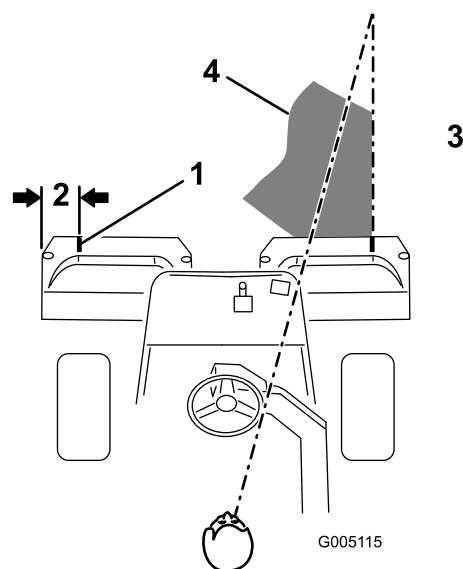
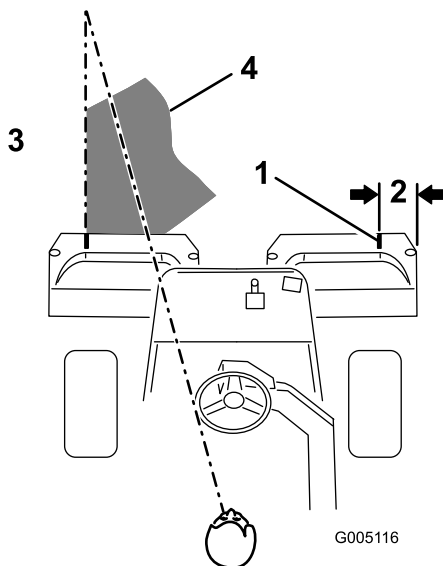

Figura 39
Figura 40
2. Applicate una striscia adesiva bianca, oppure tracciate una linea con della vernice bianca, su ciascun cestello, parallela al bordo esterno del cestello stesso (Figura 39).
3. Durante le passate di ritorno sovrapponetevi uno spazio minimo alla falciatura precedente. Per tosare in linea retta il green e mantenere la macchina alla medesima distanza dal bordo della falciatura precedente, immaginate una linea da 1,8-3 m circa davanti alla macchina fino al bordo della sezione di green da tosare (Figura 39 e Figura 40). Potrebbe essere utile includere nella linea di collimazione il bordo esterno del volante, vale a dire, tenere allineato il bordo del volante con un punto che si trovi sempre alla stessa distanza dalla parte anteriore della macchina (Figura 39 e Figura 40).